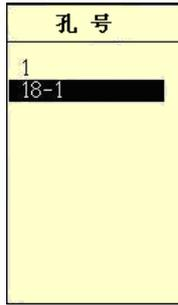

图 7.3 孔号选择
- 2、孔号：用于设置被测单孔的孔号，用户直接输入即可，如果用户想打开并查看已经完成测试的单孔的检测数据，按**确认**键选择相应的构件即可，如图 7.3，和工程的输入完全相同，需要注意的是，输入的字符不能超过 8 位。